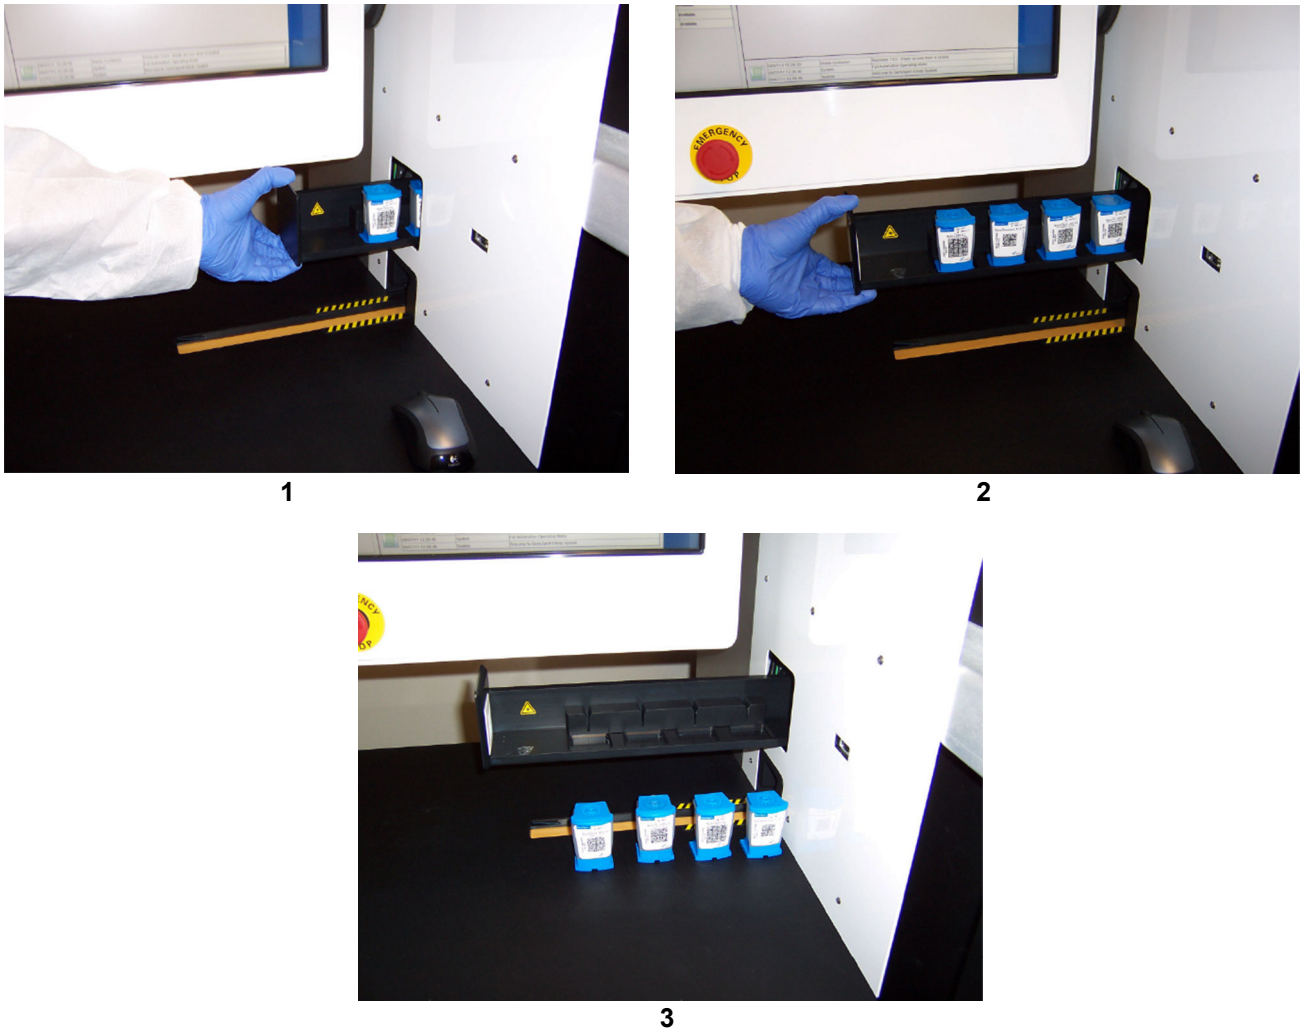

Figura 10-109. Abra a porta do vaivém e retire os cartuchos.
8. Abra lentamente a porta do vaivém e retire todos os cartuchos. Ver Figura 10-109.